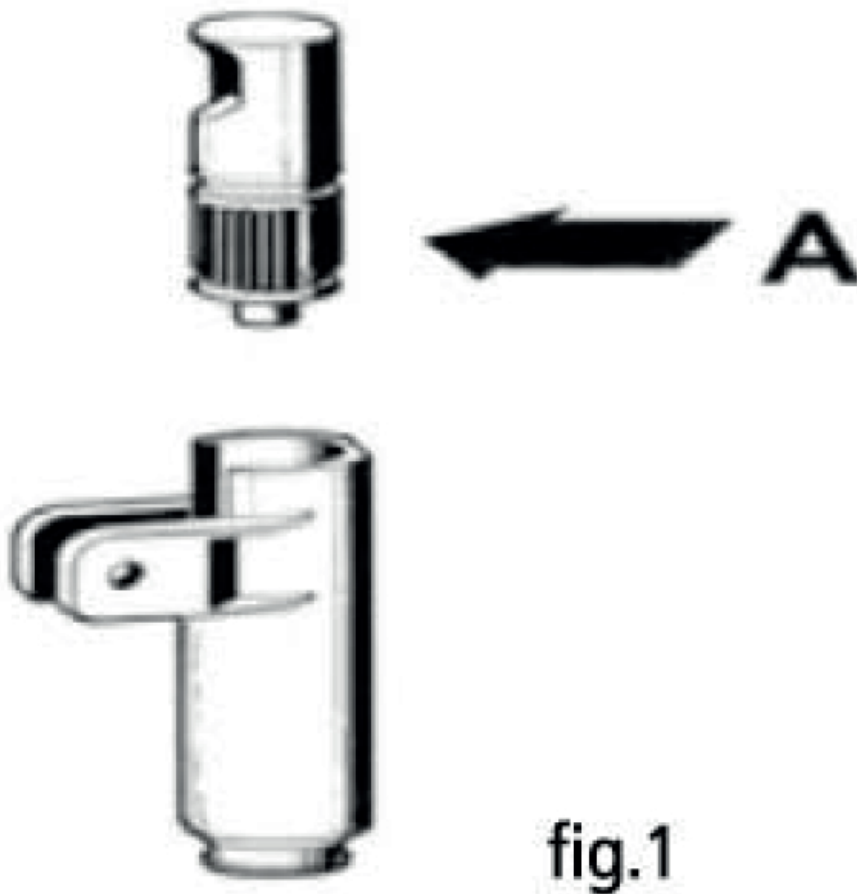

fig.1
2. Schmieren Sie den Armaturenkolben (siehe Abb. 1).
2. Lubricate the faucet piston (see fig. 1)